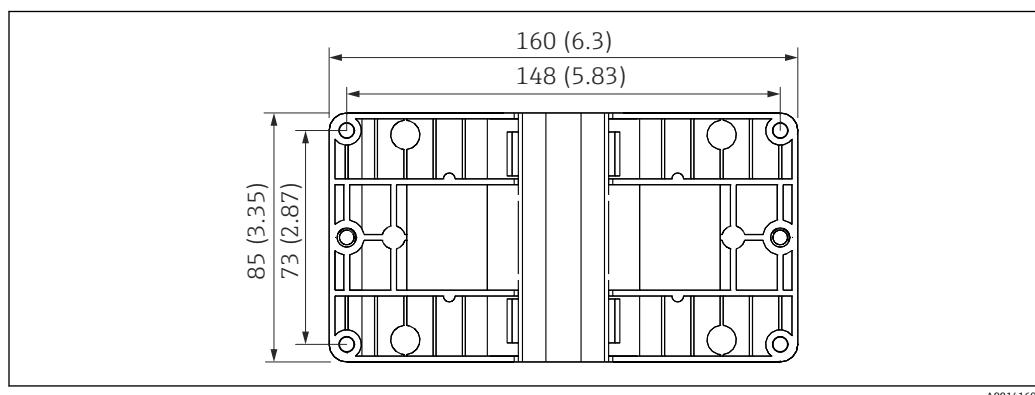

图 2 壁装、管装和盘装用安装板的尺寸, 单位: mm (in)
1. 使用安装板作为安装孔的模板, 尺寸→图 2, 图 8
将螺杆 (图中编号 2) 拧入安装板 (尺寸→图 2, 图 8)。
将钢带穿过安装板 (尺寸 \Rightarrow 图 2, 图 8) 并一同固定到管道上。